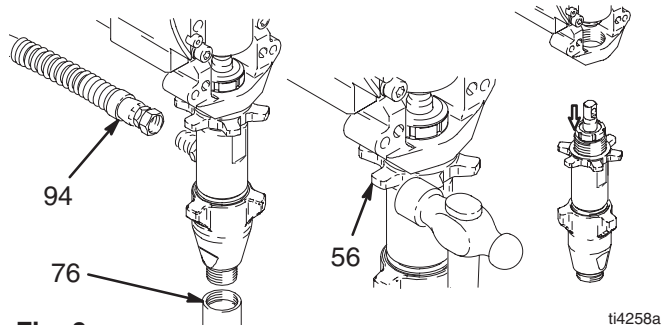

Fig. 9
5. Fig. 9. Fjern sugeslangen (76), slangen (94) og alle skiver og o-ringer.
6. Løsne pumpens sikringsmutter (56). Skru av pumpen.
5. Fig. 9. Monter skiver, o-ringer og sugeslangen (76) og slangen (94).